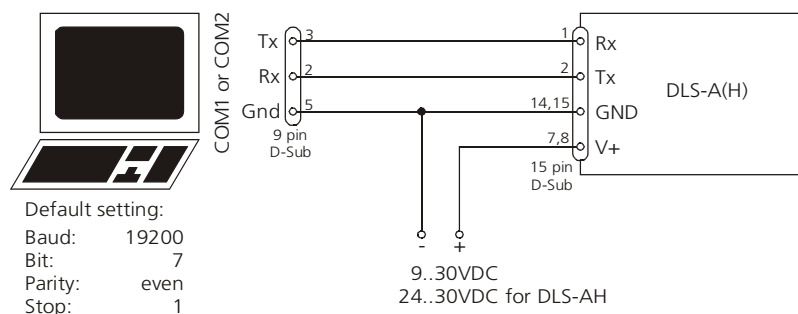

Bild 2 Verbindung für die DLS-A Konfiguration
Um das DLS-A(H) zu konfigurieren, muss das Modul gespisen und mit einem PC verbunden sein. Bild 2 zeigt die notwendigen Verbindungen. Auf dem PC kann ein beliebiges Terminalprogramm benutzt werden um mit dem Modul zu kommunizieren. Zudem kann auf ein gratis Konfigurationsprogramm zugegriffen werden.